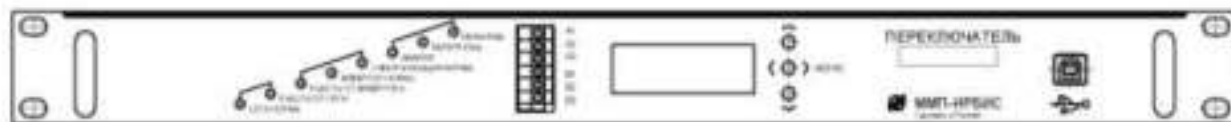

Рисунок 1 – Передняя панель ПЭС
4.1 На передней панели (см. рисунок 1) размещены восемь светодиодных индикаторов:
4.2 Дистанционный мониторинг состояния ПЭС осуществляется посредством дистанционного контроля («сухих» контактов, расположены на передней панели, см. рисунок 1) и цифрового интерфейса RS485 (расположен на задней панели, см. рисунок 4 и рисунок 5). Схема соединения «сухих» контактов дистанционной сигнализации приведена на рисунке 2.
4.3 На передней панели (см. рисунок 1) размещен жидкокристаллический индикатор (ЖКИ) и кнопки управления. Кнопки предназначены для перемещения по меню ПЭС.